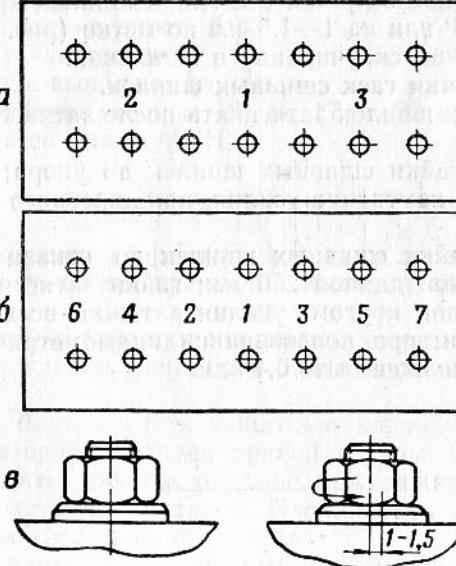

Рис. 59. Схема последовательности затяжки гаек силовых шпилек:
а) затянуть гайки 1, 2 и 3-го рядов (рис. 59, а) шпилек креп-
4. Окончательно затянуть гайки в последовательности, указанной на рис. 59, б:
Для устранения напряжения скручивания в силовых шпильках необходимо все гайки после затяжки отпустить на $3-5^\circ$ или на 1—1,5 мм по метке, как показано на рис. 59, в.
При наличии динамометрического ключа при окончательной затяжке гаек необходимо за первый прием гайки 1, 2, 3, 4 и 5-го рядов затянуть с усилием 30 кгм, а гайки 6 и 7-го рядов с усилием 20 кгм. При каждом последующем приеме усилие затяжки увеличивать на 5 кгм, доводя таким образом затяжку гаек 1, 2, 3, 4 и 5-го рядов до усилия 35—37 кгм, а гаек 6 и 7-го рядов до 28—30 кгм. После окончательной затяжки все гайки шпилек крепления блока отпустить на $3-5^\circ$ или на 1—1,5 мм по метке (рис. 59, в) для устранения напряжений скручивания в шпильках.